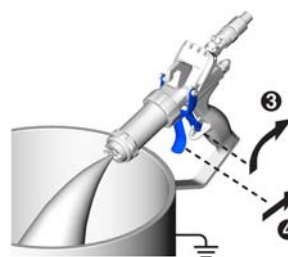

Рис. 11
3. Выключите предохранитель спускового механизма пистолета. См. Рис. 11.